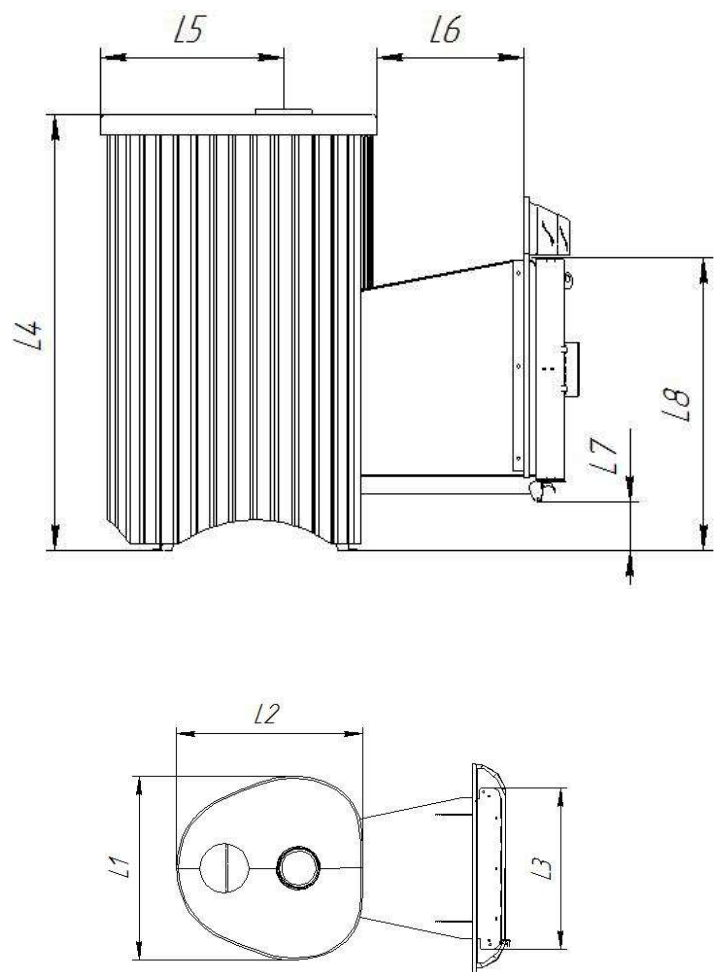

Рисунок 4.1. Общий вид печи, с нанесенными основными размерами
4.1. На рис. 4.1. показан общий вид печи с обозначенными основными размерами.
- 8.2.8.** Для установки печи «сквозь стену» проделайте или заранее спроектируйте в стене отверстие с такими размерами, чтобы вокруг тоннеля оставалось с каждой стороны свободное пространство, примерно 40-50 мм (рис. 8.2.1.). Необходимые для этого размеры печей показаны выше на рис. 4.1. и приведены в табл. 4.1.